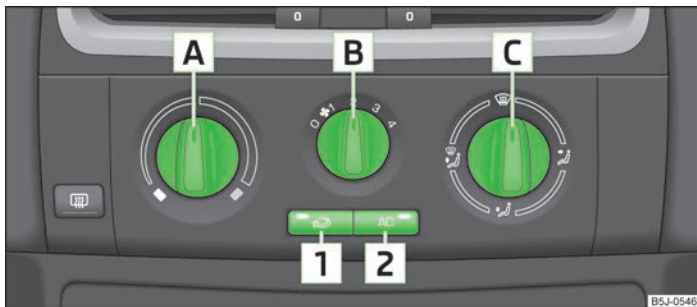

Fig. 76 Sistemul de aer condiționat: Elementele de comandă
Instalația de răcire funcționează numai când tasta **AC** **2** » fig. 76 la pagina 71 este apăsată și se îndeplinesc următoarele condiții:
- Rotiți regulatorul rotativ **A** » fig. 76 spre dreapta pentru a mări temperatura.
- Pentru pornirea ventilatorului, rotiți comutatorul ventilatorului **B** » fig. 76 în una din pozițiile de la 1 la 4.
- Apăsați tasta **1** pentru a opri alimentarea cu aer proaspăt » fig. 76.
- De la regulatorul pentru distribuția aerului **C** » fig. 76 reglați direcția curentului de aer » pagina 69.
- Apăsați tasta **AC** **2** » fig. 76, lampa de control din tastă se aprinde.
- Elementele de comandă **A** » fig. 76 la pagina 71, **B**, **C** și tastele **1** și **2**.
» Apăsați tasta  **1** » fig. 76 la pagina 71, lampa de control din tastă se aprinde.
» Apăsați din nou tasta  **1** » fig. 76 la pagina 71, lampa de control din tastă se stinge.
Dacă regulatorul distribuției de aer **C** » fig. 76 la pagina 71 se rotește în poziția , recircularea aerului se dezactivează automat. Prin apăsarea repetată a tastei  se poate reporni și în această poziție recircularea aerului.